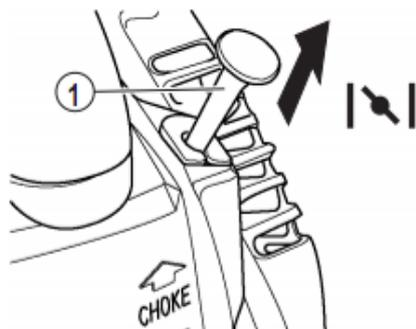

Fig.22
3) Tirez le levier du starter en position fermée : . (Fig.22)